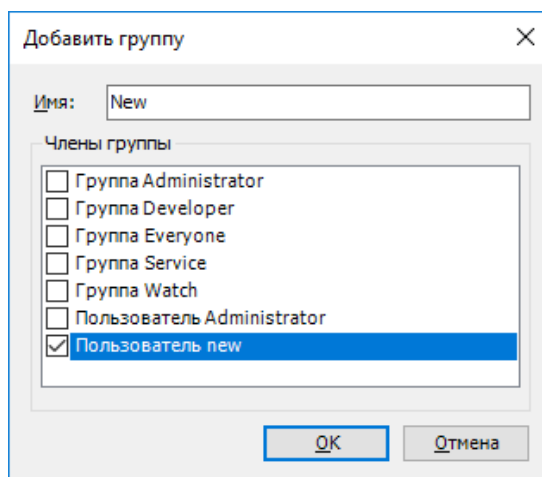

Рисунок 221 – Диалоговое окно добавления новой группы
- аналогично напротив списка **Группы (Groups)** можно создать новую группу, нажмите кнопку **Добавить** (Рисунок 221). Далее из списка выберите пользователей, которые должны принадлежать к новой группе;